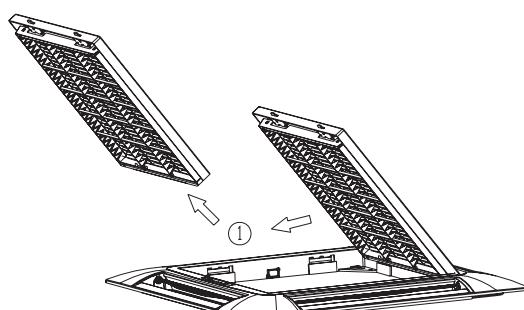

Рис. 23
- После открытия решётки извлечь её, переместив в направлении, указанном на рис. 23.